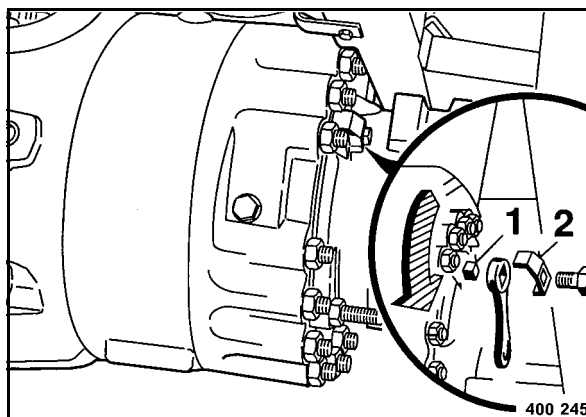

Fig. 183
- Desenroscar la chapa de seguridad 2 (Fig. 183).
- Girar el cuadrado (1) hasta el tope en el sentido de las agujas del reloj.